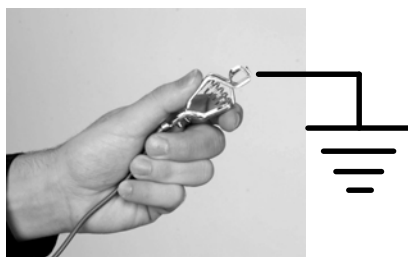

Figura 3-15 Conectarea împământării sistemului
**Sisteme mobile:** A se vedea Figura 3-15. Conectați cablul de împământare fixat la prezonul de împământare al unității de comandă a pompei la o împământare adevărată.